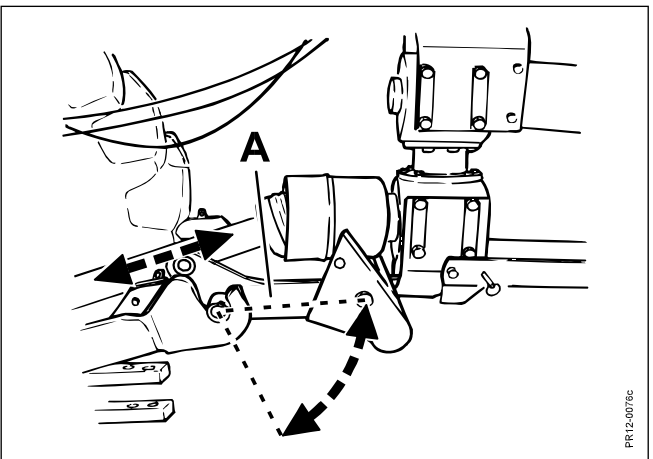

Fig. 2-5
- Fig. 2-5**
- ikke i nogen stilling har mindre end 200 mm overlapning (Her tænkes specielt på situationer hvor sikkerhedstrækket, (TOP SAFE systemets støddæmper), vil udløses f.eks. ved påkørsel af sten der sidder fast i jorden, se Fig. 2-5).